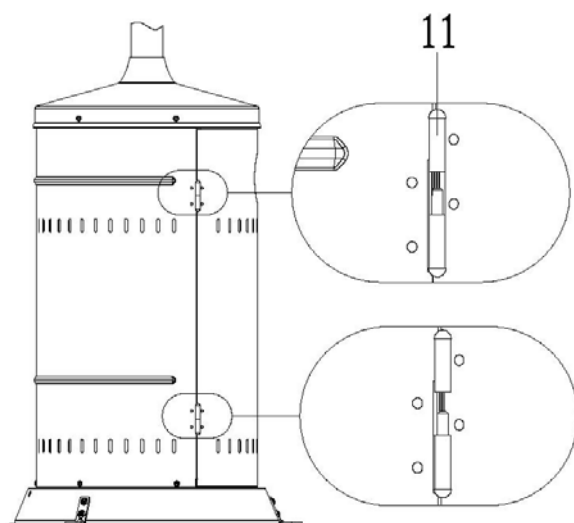

Figure 2
**ETAPE 6 :** Montez le panneau d'accès à la bonbonne sur le logement. (Voir Figure 2 et détail figure F)